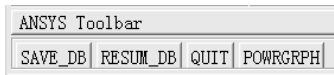

图 1-43 工具条
(2) 在“Contact Parameter Definitions”窗口中的“Contact Type”后边的第一个方框中选择“Single Surface”, 在“Contact Type”后边的第二个方框中选择“Automatic (ASSC)”。
(3) 在“Contact Parameter Definitions”窗口中的“Static Friction Coefficient”后边的方框内输入“0.3”。
(4) 在“Contact Parameter Definitions”窗口中的“Dynamic Friction Coefficient”后边的方框内输入“0.3”, 然后单击该窗口中的“OK”按钮。
(5) 单击操作界面左上角工具条中的“SAVE\_DB”按钮(见图 1-43), 保存文件。